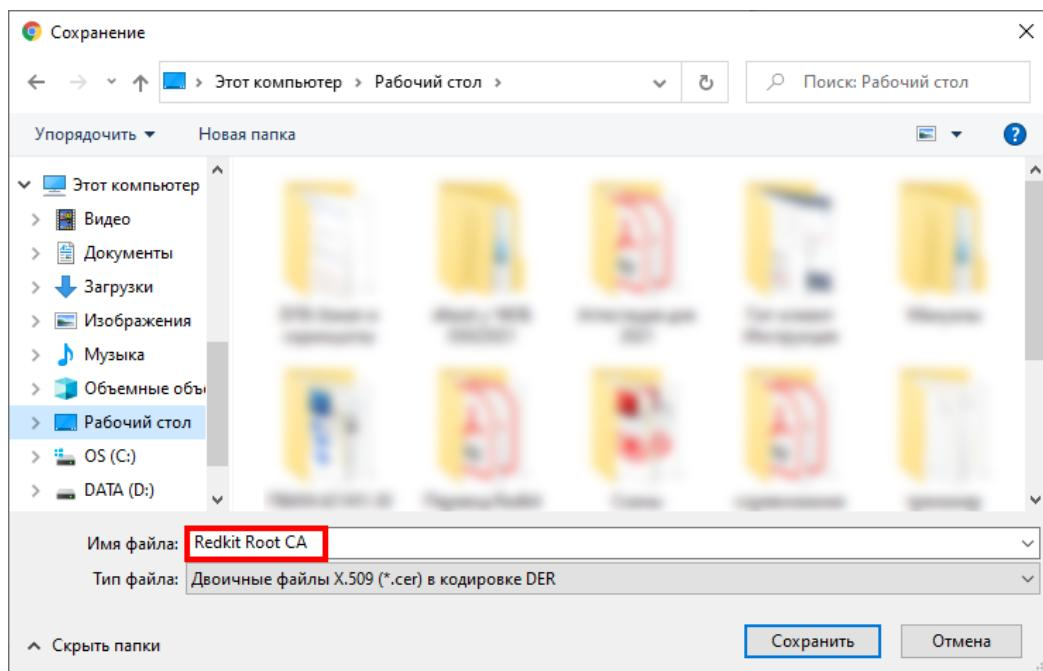

Рисунок 523 - Место хранения и имя файла
7. Выберите папку сохранения, впишите имя файла «Redkit Root CA» и нажмите Сохранить (Рисунок 523).